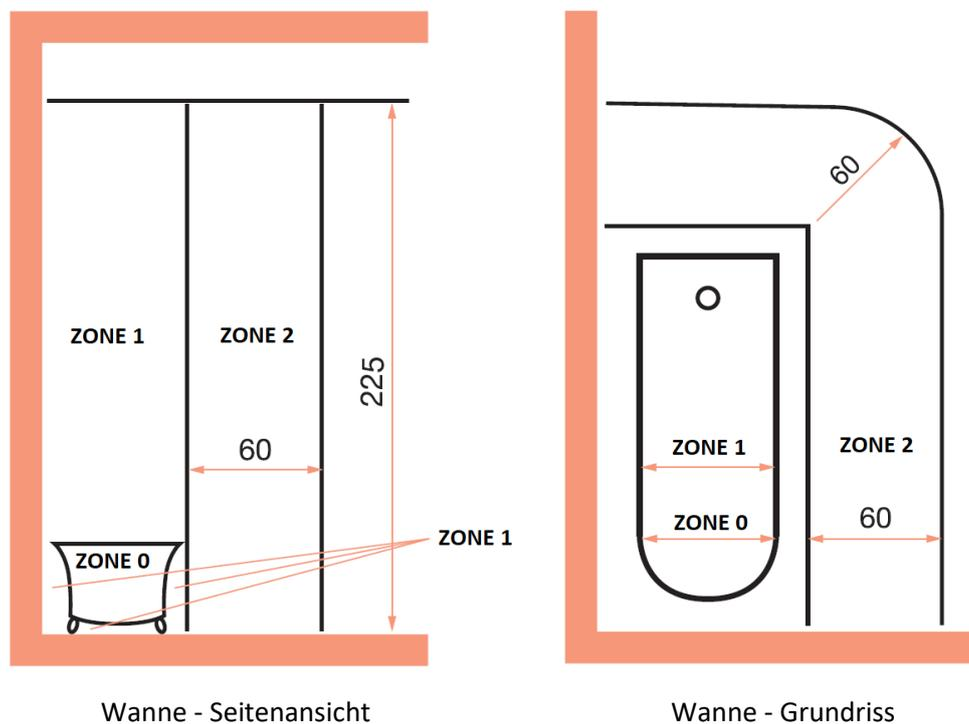

Abbildung 1
- Mögliche Installation in Badezimmern und Waschräumen in der Zone 1 - elektrische Deckung IP 25 (über dem Niveau von Badewanne, Dushecke) gemäß ČSN 33 2000-7-701 (Abb. 1)